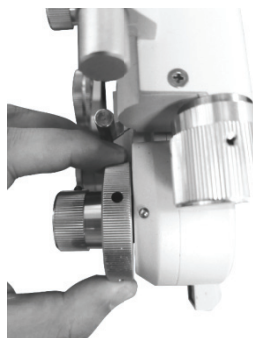

Figura 12
Para obtener rápidamente el ajuste de dioptrías requerido, use una perilla de potencia esférica fuerte ②②, luego el valor S aumenta o disminuye progresivamente en pasos de dioptrías de  $3.00D$  (figura 12).